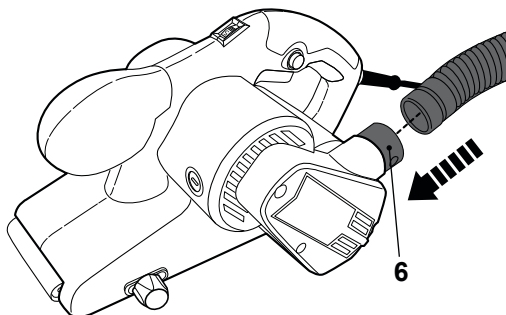

Fig. 10
De forma alternativa, se puede conectar un sistema de extracción de polvo o una aspiradora adecuada a la salida de extracción de polvo (6) para mantener la zona de trabajo más limpia y segura (Fig. 10).